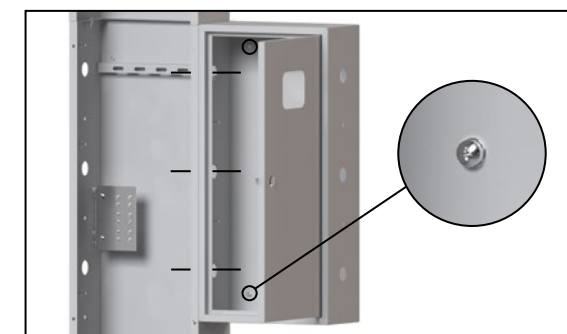

Рис. 44
3.4. Присоединить ЯУР (1.1) к коробу КЭТ (2.1) и закрепить с помощью одного (ЯУР 400) или двух (ЯУР 600) комплектов – болт М6х14 и гайка М6 с фланцем (не идут в комплекте). Вырезанные отверстия в торцах короба КЭТ (2.1) и ЯУР (1.1) должны совпасть (рис. 44). Далее закрепить ЯУР (1.1) на стене при помощи дюбелей (рис. 44).